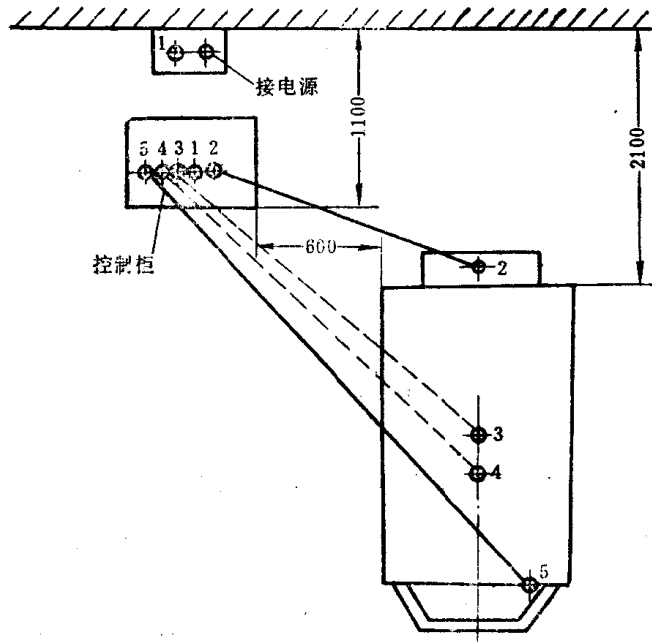

图1-5 RX3 系列950℃箱式电阻炉安装示意图
(1) 电炉应安装在一般混凝土地坪上，铺设混凝土地坪前，应考虑敷设地下电气管道位置。
(2) 图 1-5 所示的平面布置是正常操作情况下最小尺寸，使用单位也可根据现场实际情况自行布置，但管线仍必须保持指定的接线位置。
(3) 安装前必须检查加热元件是否有折断、裂纹、严重弯曲及脱出搁砖等现象。同时还应检查三相、引出棒与炉壳之间是否有短路等不正常现象。